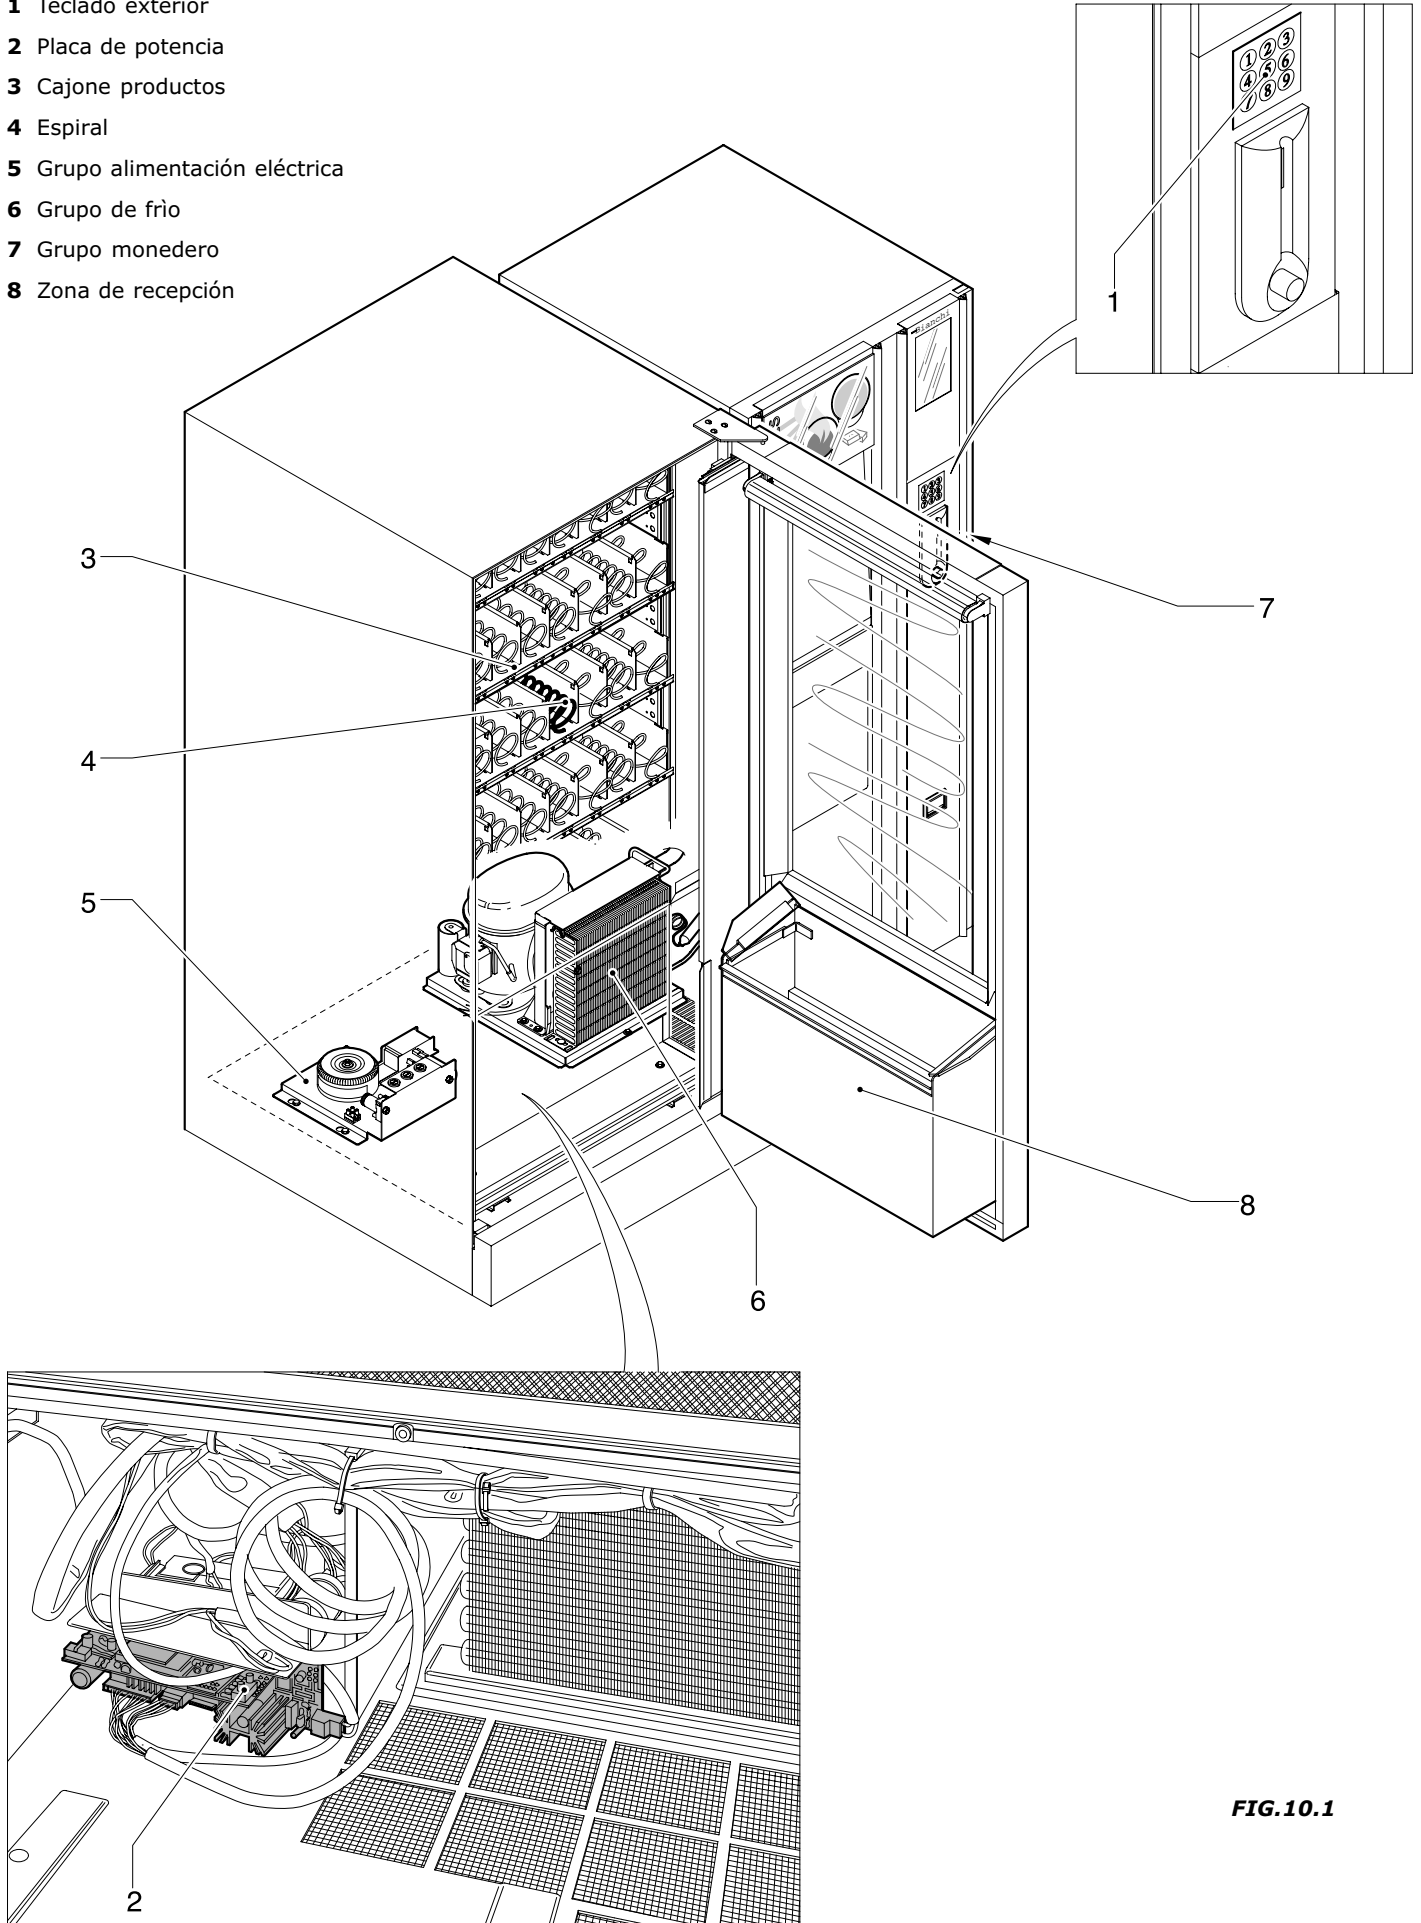

FIG.10.1
10.2 Descripción de la máquina (Fig.10.1)